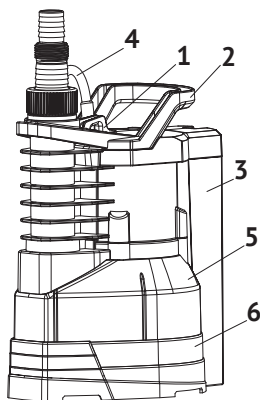

Рис. 3
ARTSUB (рис. 3) и ARTVORT (рис. 4) — одноступенчатые погружные дренажные насосы со встроенным в корпус поплавковым выключателем (3), который осуществляет автоматическое включение и выключение насоса.